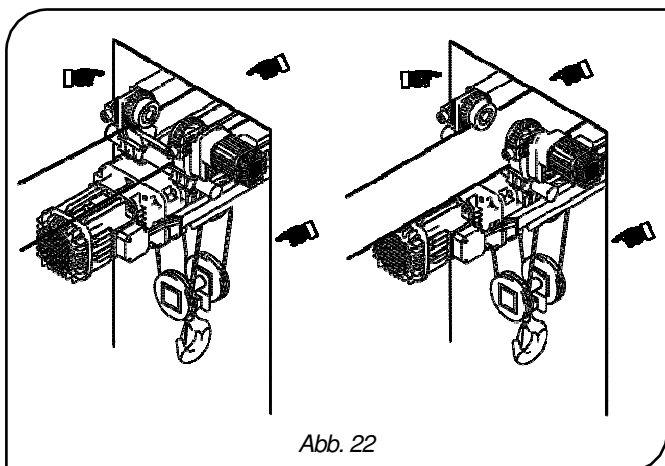

Abb. 22
- Stellen Sie sicher, dass die Installationshöhe und der entsprechende Freiraum des E-Zugs seinem Platzbedarf entsprechen (Abb. 22).